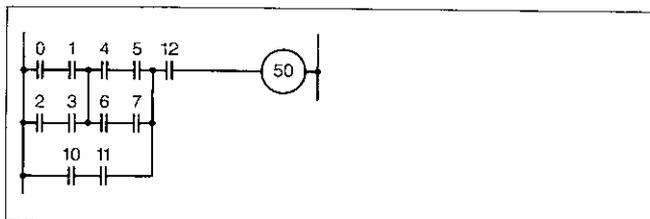

Bild 14.8
- Nehmen Sie zur Erstellung des Programms den Kontaktplan zu Hilfe (Beispiel s. Bild 14.8).